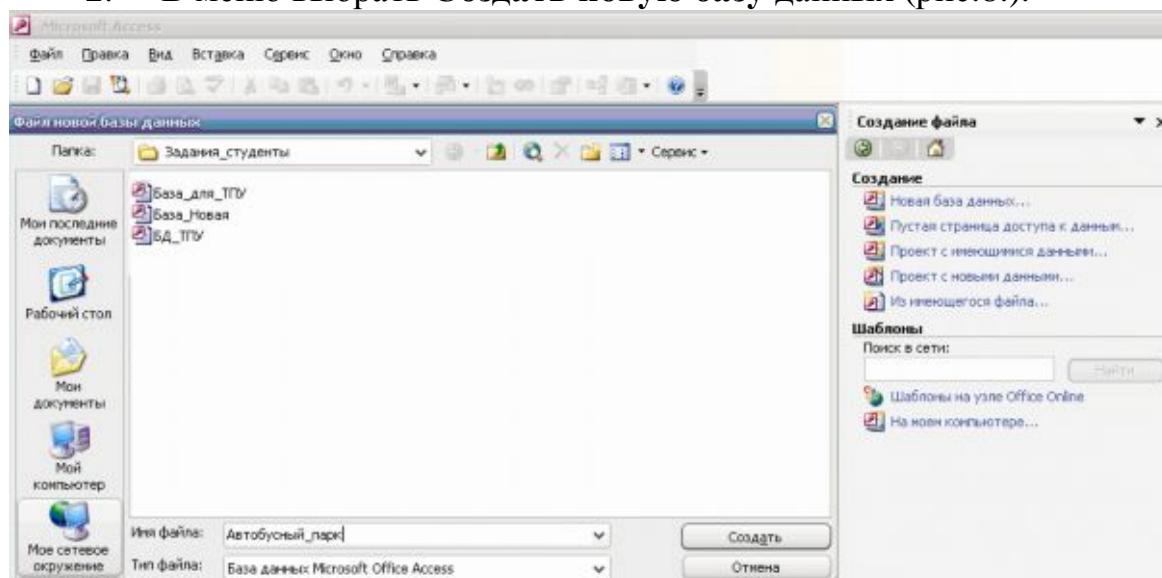

Рис. 8–Диалоговое окно для создания новой базы данных
2. В меню выбрать **Создать новую базу данных** (рис.8.).